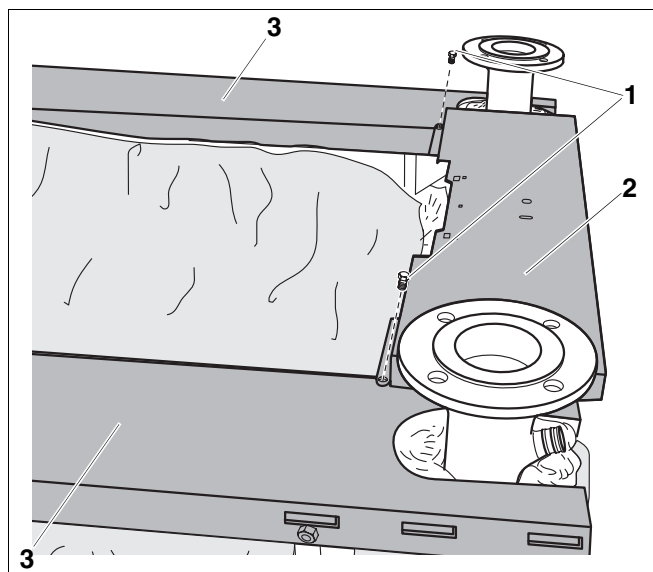

Рис. 56 Установка передней крышки котла
- Уложить переднюю крышку (рис. 56, **поз. 2**, обшивка, упаковка А) и прикрепить двумя винтами с плоской головкой 3,9 x 9,5 (рис. 56, **поз. 1**) к боковым крышкам котла (рис. 56, **поз. 3**).